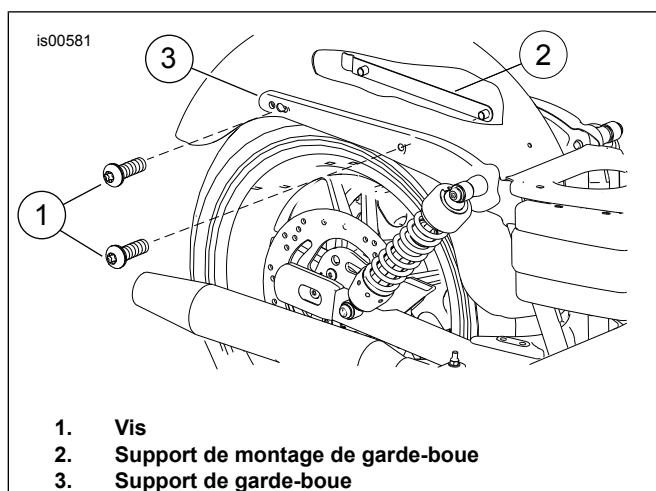

Figure 3. Modèles sans accessoires amovibles
1. **Pour tous les modèles** : Voir Figure 3. Travailler sur un côté de la moto à la fois. Retirer et jeter les vis de montage de garde-boue de série (1) et le support de montage de garde-boue de série (2) du support du garde-boue (3).